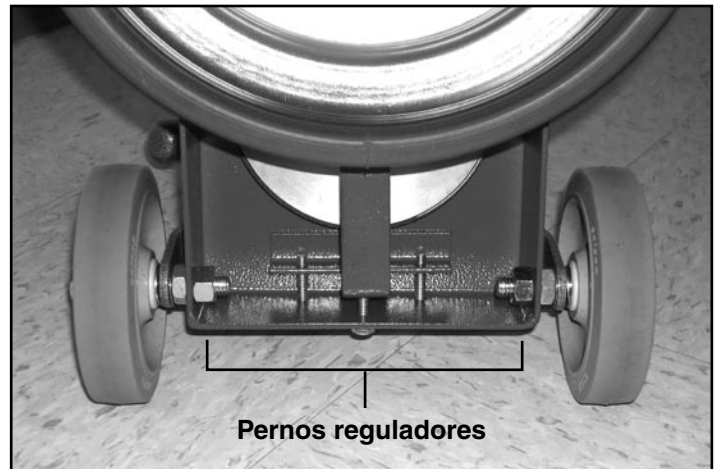

Fig. 5 (vista con tapa)
2. Afloje los pernos que sostienen el motor propulsor en el armazón; no los quite (Fig. 5).